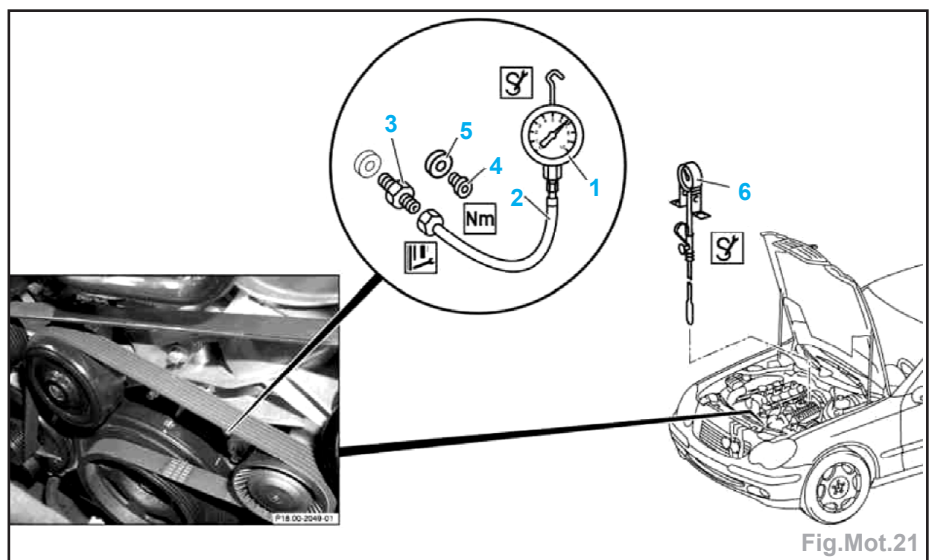

Fig.Mot.21
- Dévisser le bouchon (4) avec la bague d'étanchéité (5) sur le couvercle de carter de distribution (Fig.Mot.21).
- Visser sur le couvercle de carter de distribution la tubulure de raccordement du manomètre d'huile (3) avec la bague d'étanchéité (5).
- Raccorder le flexible de pression (2) du manomètre (1) à la tubulure de raccordement pour manomètre d'huile (3).
- Insérer dans le tube-guide de jauge d'huile la sonde de température du téléthermomètre (6).